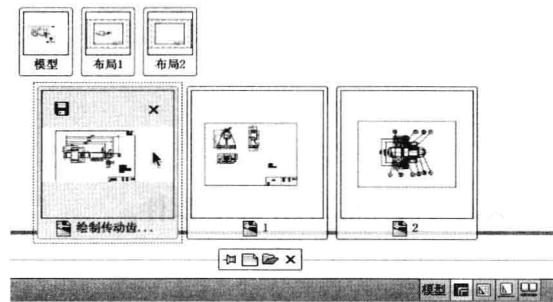

图 1-3-7
(1) 在快速访问工具栏中，使用“打开”按钮 ，打开多个图形文件。
(2) 在状态栏中单击“快速查看图形”按钮 ，此时打开的所有图形文件都将显示为一个缩略图。将光标悬停在某一个缩略图上，则在图形上方显示该图形文件包含的模型和布局缩略图，如图1-3-7所示。